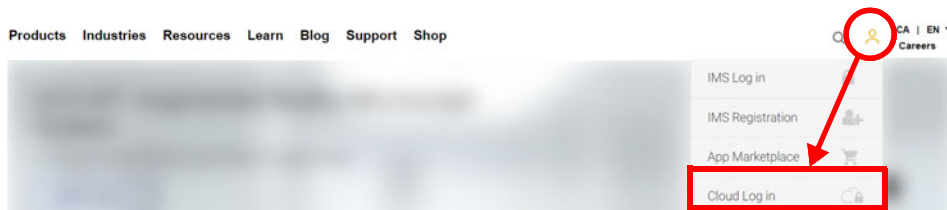

Figura 10-1 Login da nuvem
2. Crie ou junte-se à uma conta existente no OSC (um administrador cria a conta e convida todos os outros usuários). Vá para www.olympus-ims.com e clique em **Cloud Login** (login da nuvem) como mostrado na Figura 10-1 na página 234.